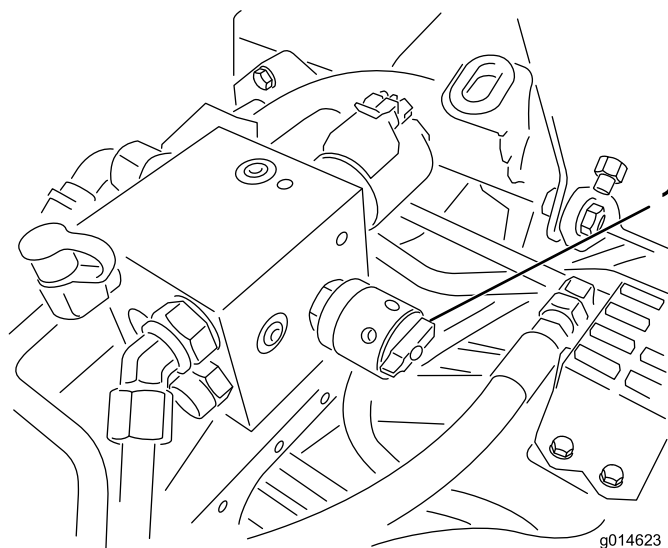

図 35
4. リールの速度を設定するには、ノブ 図 35 を回して、ノブの矢印を、所定の番号に合わせる。